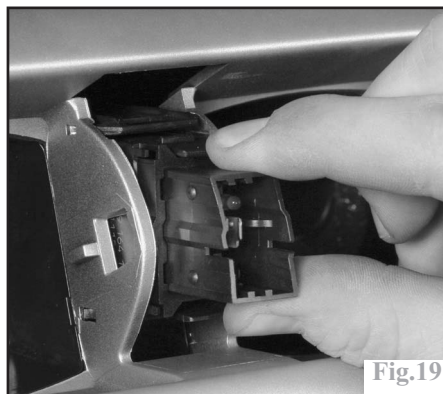

Fig.19
-l'interrupteur de feux de détresse en le dépliant, puis débrancher son connecteur (Fig.19).